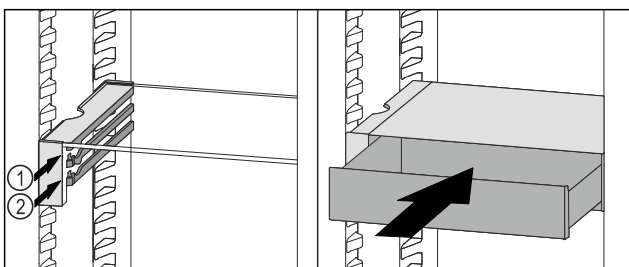

Fig. 129
- ▶ Поставете чекмеджето на VarioSafe зад ограничителите върху желаното ребро Fig. 129 (1) или Fig. 129 (2).